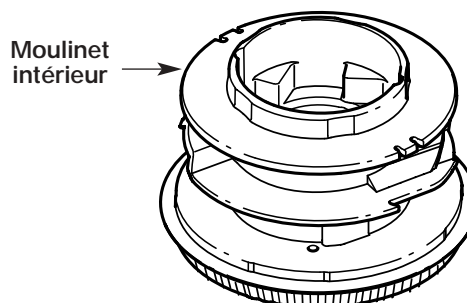

Fig. 29
4. Retirez tout le fil du moulinet intérieur avant de nettoyer. Enlevez tout débris ou trace d'herbe du bouton, du ressort, du moulinet et du joint en mousse. Lavez le moulinet intérieur avec de l'eau tiède savonneuse (Fig. 29).